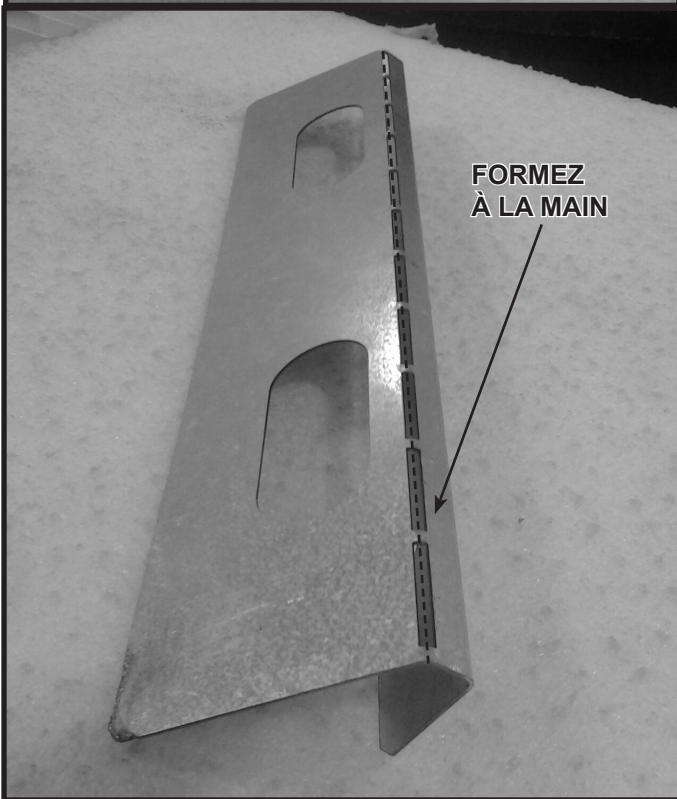

Figure 10.14 Former le support du panneau du verre de transition
8. Installez le support du panneau de transition de la vitre à la gauche et la droite de l'ouverture de l'appareil en utilisant deux vis autotaraudeuses. Voir les figures 10.14, 10.15 et 10.16 pour plus de détails.